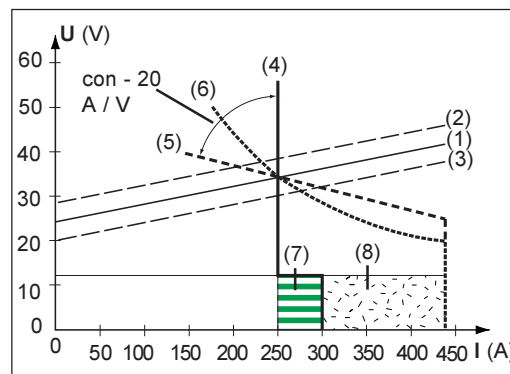

Abb.26 Mittels Funktion Eln auswählbare Kennlinien
Ist der Parameter „con“ eingestellt, wird der Schweißstrom, unabhängig von der Schweißspannung, konstant gehalten. Es ergibt sich eine senkrechte Kennlinie (4) (Abb.26).
Mittels Parameter „0,1-20“ kann eine fallende Kennlinie (5) (Abb.26) eingestellt werden. Der Einstellbereich erstreckt sich von 0,1 A / V (sehr steil) bis 20 A / V (sehr flach).
**HINWEIS!** Bei Einstellung einer flachen Kennlinie (5), die Dynamik auf einen höheren Wert einstellen.
Ist der Parameter „P“ eingestellt, wird die Schweißleistung, unabhängig von Schweißspannung und -strom, konstant gehalten. Es ergibt sich eine hyperbolische Kennlinie (6) (Abb.26).